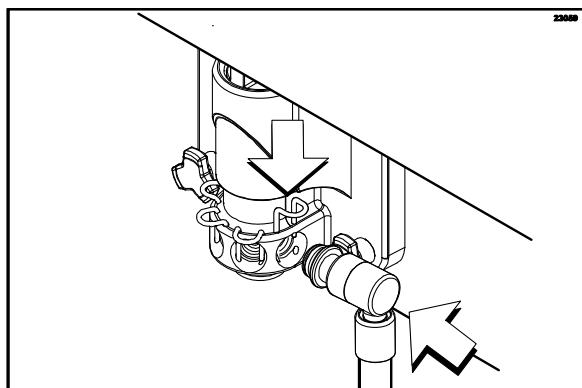

Рисунок 37
28. Смажьте кольцевой уплотнитель. Поднимите держатель клапана сиропа. Установите клапан сиропа. Нажмите на держатель клапана сиропа, чтобы он опустился вниз и зафиксировал клапан. **Повторите эту процедуру на каждом клапане сиропа.** (См. рис. 37)